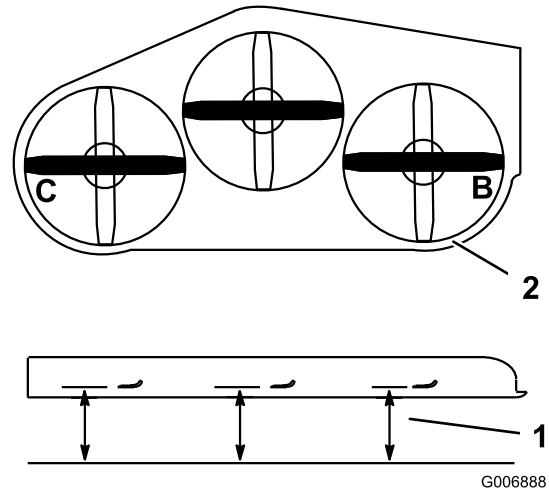

図 83
- B 位置および C 位置で、平らな床面からブレードの刃先までの距離を測定する (図 83)。